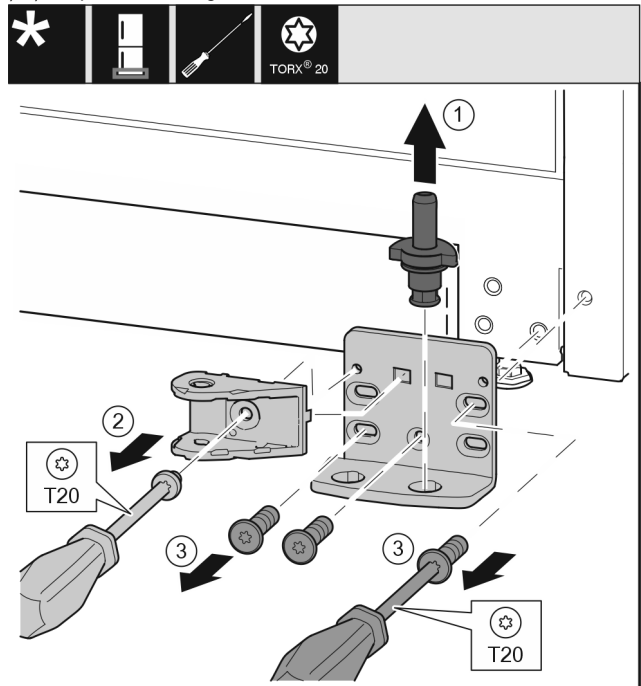

Fig. 45 *
- ▶ Extrageți complet bolțul de lagăr Fig. 45 (1) în sus.*
- ▶ Deșurubați șurubul Fig. 45 (2) cu șurubelnița și detașați îmbinarea amortizorului de închidere.*
- ▶ Deșurubați șuruburile Fig. 45 (3) cu șurubelnița și detașați suportul de lagăr.*